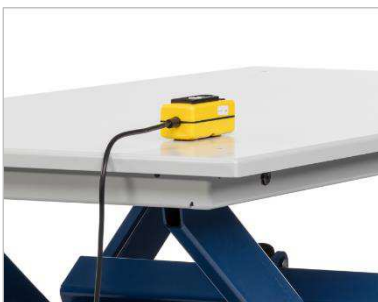

Abbildung 7: Druckasteneinheit
- Die Höhenverstellung der Arbeitsplatte erfolgt über die abnehmbare Druckasteneinheit (⇒ Abbildung 7), die platzsparend und schnell zugänglich am Auflagerahmen magnetisch befestigt werden kann.